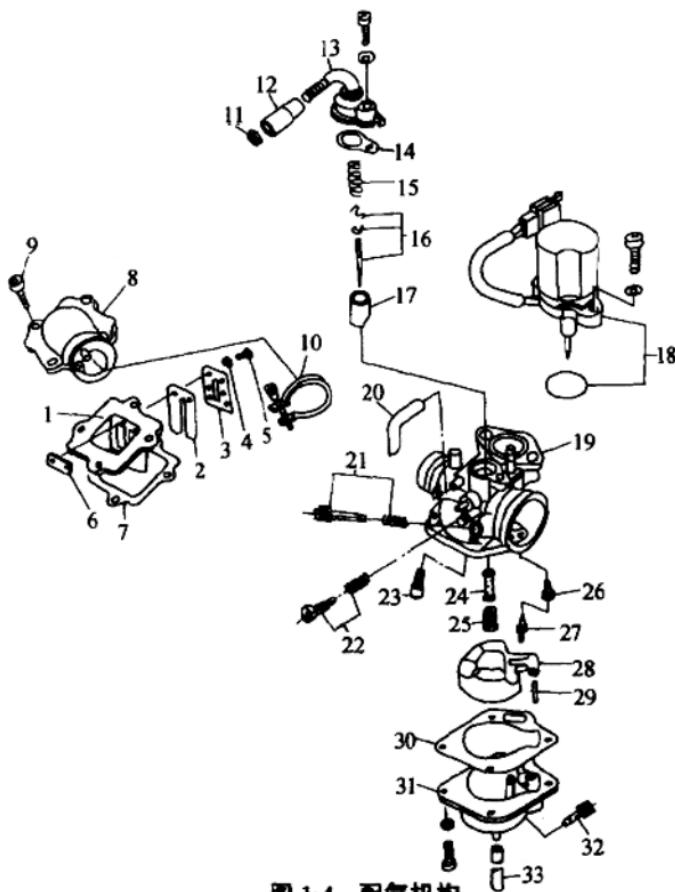

图 1-4 配气机构
NF50 发动机的配气机构由化油器、簧片阀等组成,具体结构如图 1-4 所示。
(2) 簧片阀。NF50 发动机的簧片阀(参见图 1-4)控制发动机的进气方式,安装在左右机体组合的上方,其尖端朝向曲轴箱内,上端平面与化油器连接座相连。簧片在其本身弹力的作用下将进气孔关闭。由于活塞的上下运动,使得曲轴箱内的压力变化较大,而簧片在前后压差的作用下自动开启和关闭,并防止曲轴箱内混合气的倒流反喷。